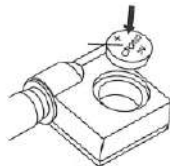

Рис. 2
- Вставьте батарейку CR2032 в батарейный отсек, положительная сторона батарейки (+) должна быть обращена наружу (рис. 2).